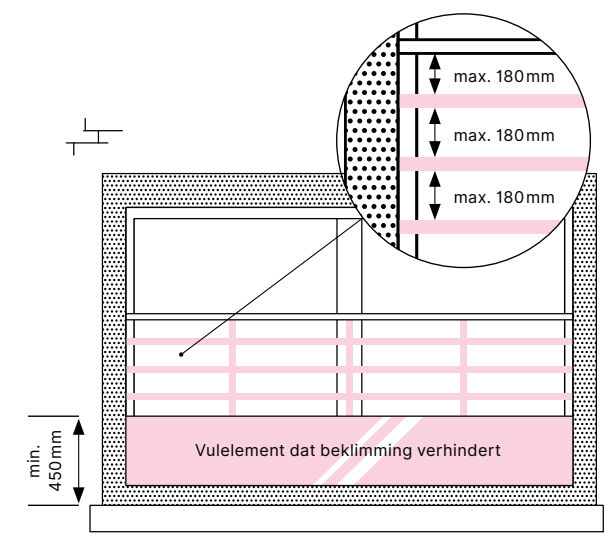

fig. 2 Openingen tussen de horizontale borstweringselementen in mm.
- De onderste helft van de borstwering is niet makkelijk te beklimmen; fig. 2, 3 en 4
- Eventuele horizontale openingen in de borstwering zijn kleiner dan 18 cm, zodat niemand er doorheen kan kruipen; fig. 2